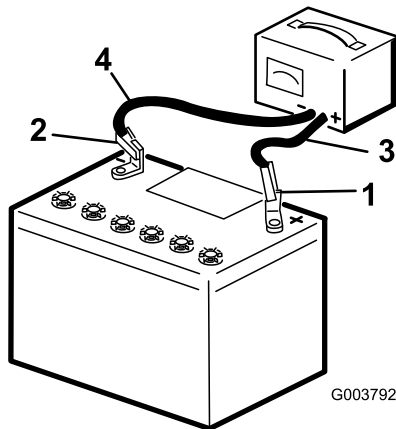

Figure 32
2. Chargez la batterie pendant 10 à 15 minutes entre 25 et 30 A, ou pendant 30 minutes à 6 A (Figure 32). Ne chargez pas la batterie excessivement.
3. Quand la batterie est chargée au maximum, débranchez le chargeur de la prise, puis débranchez les fils du chargeur des bornes de la batterie (Figure 32).